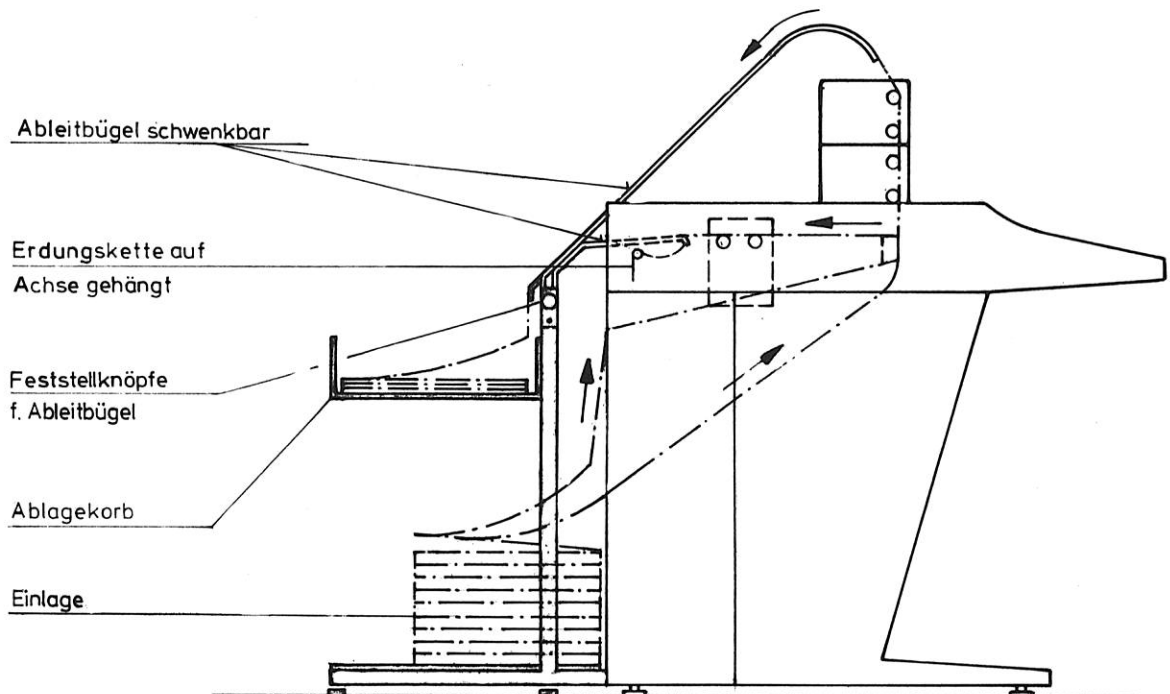

Abb. 12 Endlosformular-Ständer und Formularführung
Eine einwandfreie und sichere Führung des Papiers bei der Verarbeitung von Endlosformularen ist nur bei Verwendung des Endlosformular-Ständers möglich (Abb. 12). Den Ständer mittig zur Formularführung bis zum Anschlag an den Maschinentisch heranschieben.
- Formularstapel einschließlich Karton in den unteren Teil des Formularständers (Abb. 12) einlegen. Die zu bedruckende Papierseite muß beim Durchlauf mit der Druckseite nach vorn zeigen.